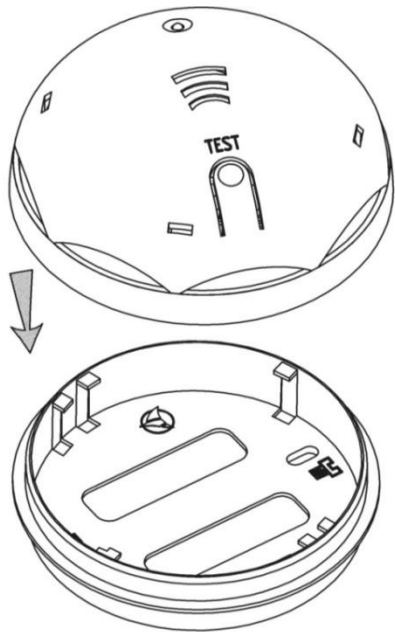

Рис.4. Установка сигнализатора в основание
5.4.3 Установить сигнализатор в основание и повернуть его по часовой стрелке (смотреть рис.4).